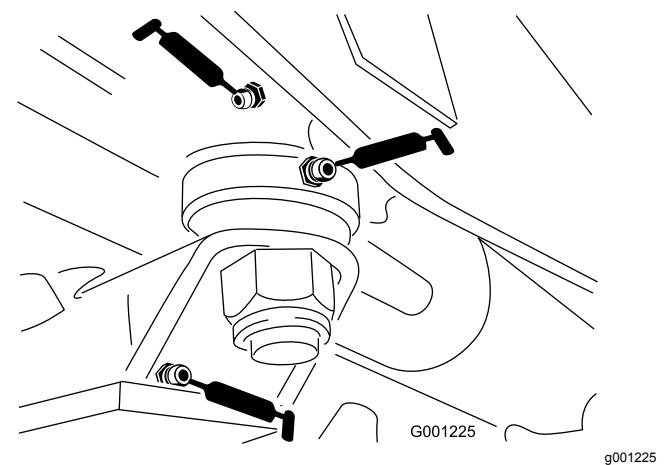

Figura 39
- Casquilhos da placa de direção (Figura 39)
- Casquinho do pino do eixo (Figura 39)